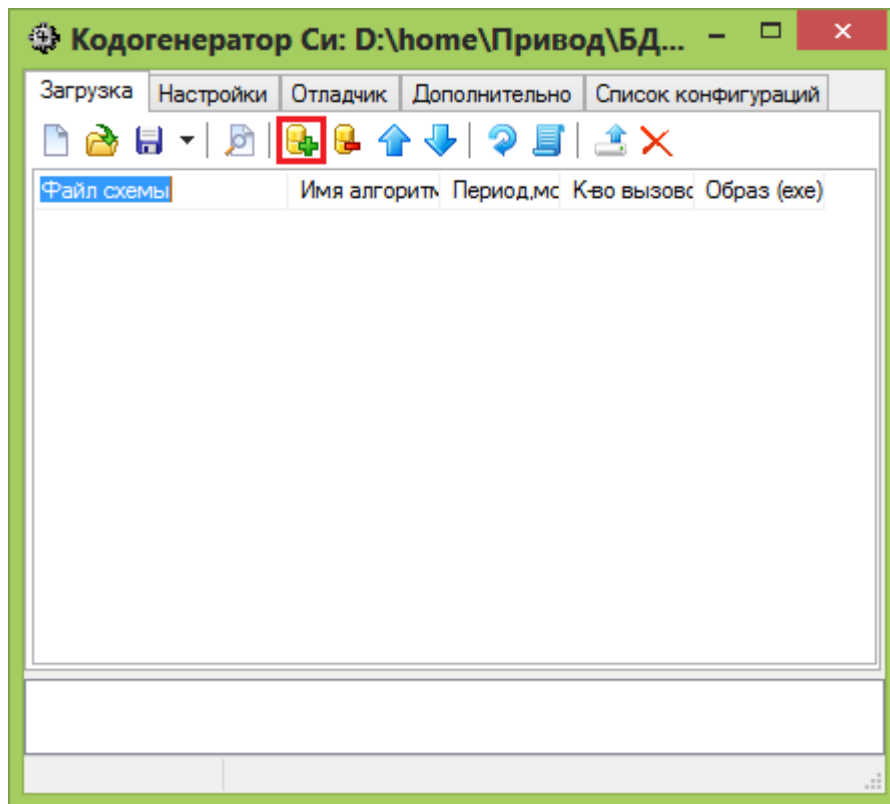

Рисунок 6. Кнопка добавления файлов
2. В появившемся окне на панели кнопок нажмите на кнопку **Добавить файлы** (*Рисунок 6. Кнопка добавления файлов на странице 9*).